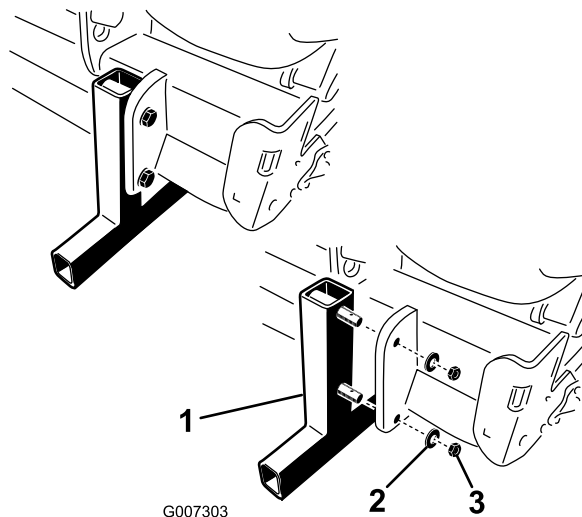

図 19
4. 格納保管用のスタンドのピンにリンチピン 付属部品に入っている を取り付ける 図 19。
2. 格納保管用フタンドをエアレータとを固定している ナットとロックワッシャを外す 図 19。